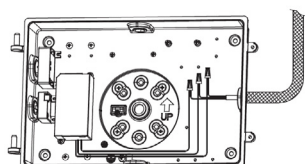

Fig. 2.7
6. Connecter les fils du luminaire (L, N, G) à l'alimentation. (Fig. 2.7)